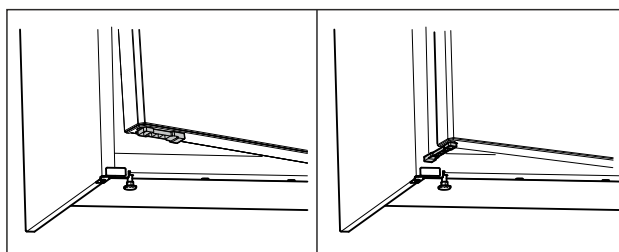

Fig. 56 *
- ▶ Fordítsa el 90°-kal az ajtó nyitáskorlátozó elemét. (lásd Fig. 56) *